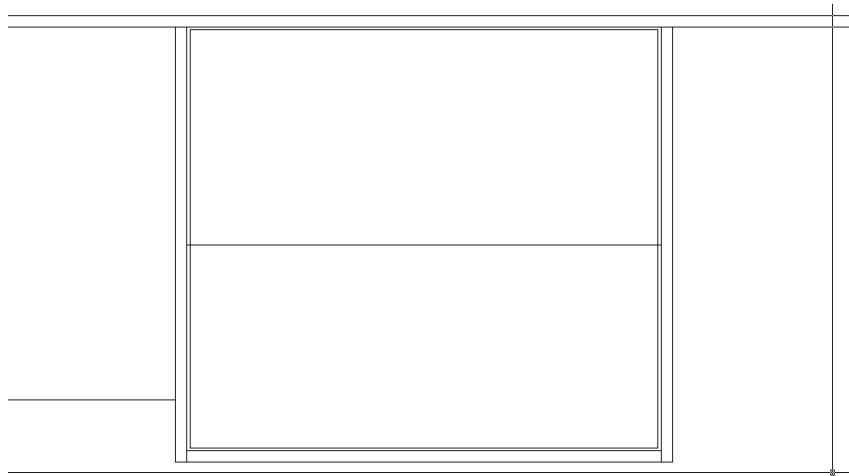

Рис. 4.33 ▼ Все четыре угла внутреннего контура выдвижного ящика сопряжены
13. После выполнения всех сопряжений и восстановления масштаба чертеж парты должен иметь вид, показанный на рис. 4.33.